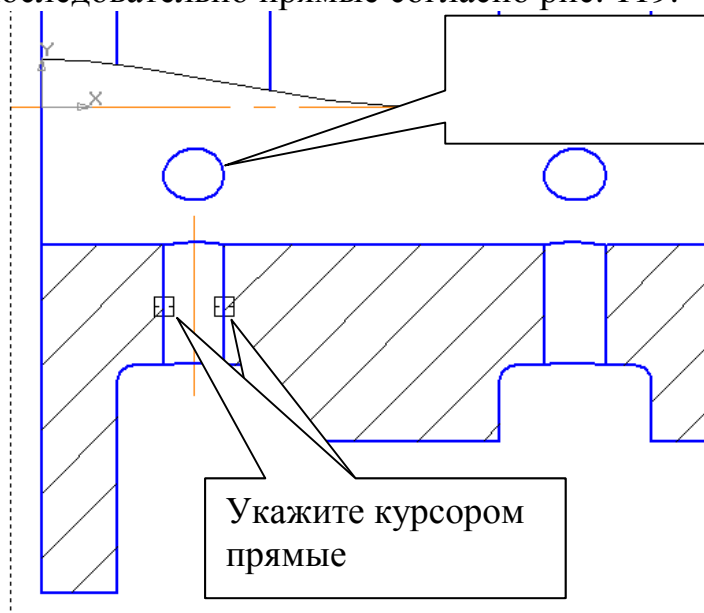
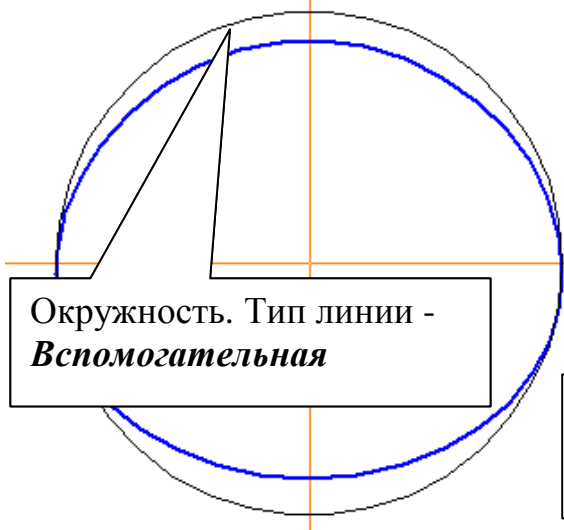

Рис. 119
Рис. 121
- Для выполнения осевых линий на цилиндрических отверстиях $\varnothing 4$ на панели **Обозначение**  нажмите кнопку **Автоосевая** . Укажите курсором последовательно прямые согласно рис. 119.
- Для выполнения центровых линий на проекции линии пересечения одного отверстия $\varnothing 4$, рис. 119, с цилиндрическим отверстием $\varnothing 20$ предварительно постройте окружность с типом линии **Вспомогательная** и выполните центровые линии, рис. 121, при этом